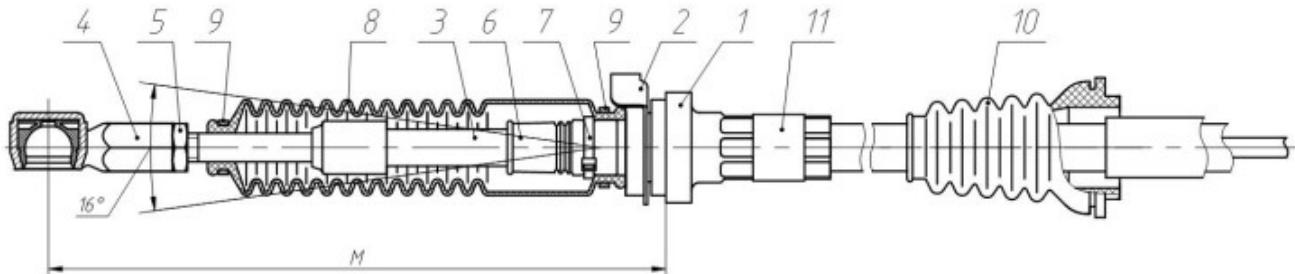

Рис. 6.3 Состав троса
6.2.3.2. Состав троса переключения (рис. 6.3).
Тросы выбора и переключения идентичны по конструкции и отличаются длиной: 1052мм – выбора и 1032мм – переключения (размеры даны по центрам сфер наконечников) и монтажным размером **M** (рис. 6.3) со стороны КПП.